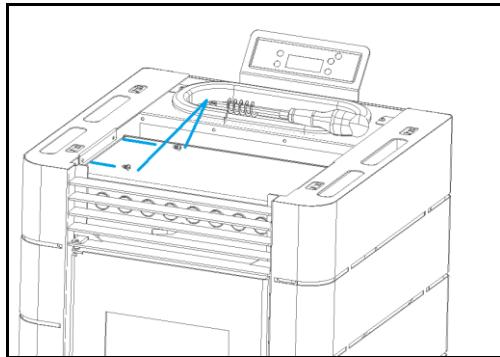

Figura 22 - Fixação das envelopantes laterais na parte superior
- d) Repetir o processo realizado no ponto b e c deste manual para a outra envolvente e apertar as laterais utilizando quatro parafusos do kit, dois em cada lado, como demonstra a Figura 22.